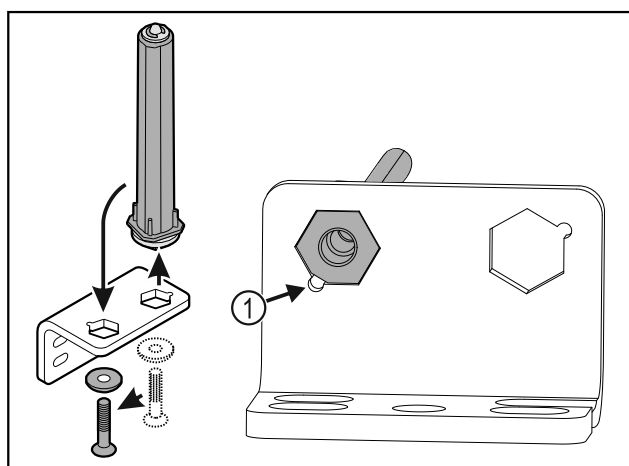

Fig. 31
- ▶ Dbajte na to, aby pri nasadzovaní ukazoval úkos čapu Fig. 31 (1) k okrúhlemu otvoru.